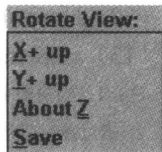

图 1-6
1) 选择该命令，系统在主菜单区显示 **Rotate View** 子菜单，如图 1-6 所示。
1) 选择该命令,系统在主菜单区显示 **Rotate View** 子菜单,如图 1-6 所示。